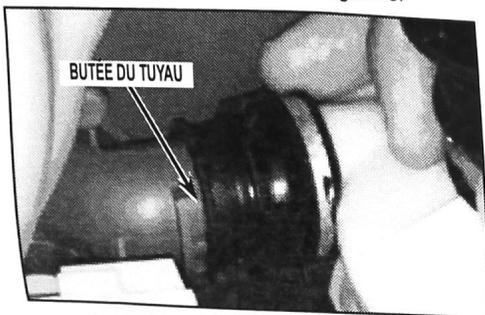

FIGURE 5
- a. Veiller à placer le tuyau sur le raccord au contact de la butée sur le fond de cuve. Voir la Figure 5.